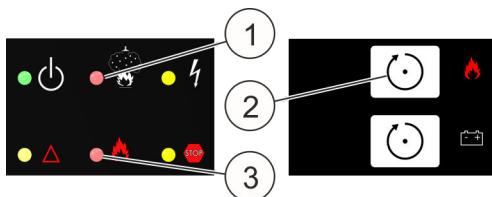

Fig. 36: LED y botón [Reset]
- “Fire alarm detector 1”, “Pre-alarm”; el LED “Instalación de extinción activada” parpadea (Fig. 36/1)
- “Fire”, LED “Instalación de extinción accionada” (Fig. 36/3)
- Restablecer la alarma con el botón superior [Reset] (Fig. 36/2) transcurridos al menos 2 minutos para que el gas de prueba pueda salir completamente de la cámara de medición. Los LED rojos se apagan y los avisos de alarma se borran de la pantalla.